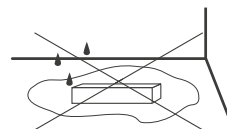

Рис. 2. Максимальная допустимая нагрузка, % от мощности источника
- температура окружающего воздуха от -20 до $+45$ °С, см. график зависимости максимально допустимой нагрузки на источник питания от температуры окружающей среды на рис. 2;
- 4.4. Не нагружайте источник питания более чем на 80% от его максимальной мощности. Учитывайте, что с повышением температуры окружающей среды максимальная мощность источника питания снижается, см. график зависимости максимальной допустимой нагрузки на источник питания от температуры окружающей среды на рис. 2.